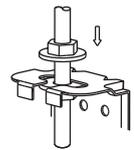

Fig. 5-7
- Collocare la struttura in posizione corretta e posizionare saldamente il condizionatore, stringendo le viti. (vedi fig.5-7)